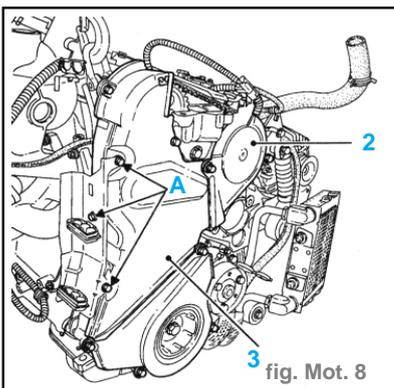

fig. Mot. 8
- le support de tuyau de carburant (vis **A**), (fig. Mot. 8)
- les capotages de distribution (2) et (3). (fig. Mot. 8)